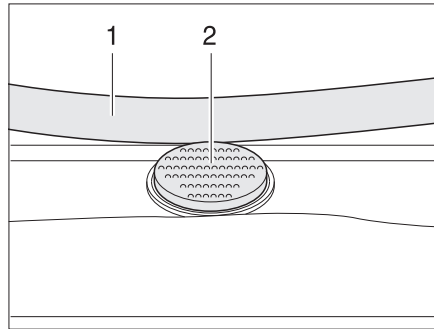

Bild 43 Sicherungsknopf an der Heki-Dachhaube
- Den Sicherungsknopf (Bild 43,2) drücken und den Bügel (Bild 43,1) mit beiden Händen nach unten ziehen.
- Den Bügel mit beiden Händen nach oben drücken, bis der Bügel oberhalb des Sicherungsknopfes (Bild 43,2) liegt.